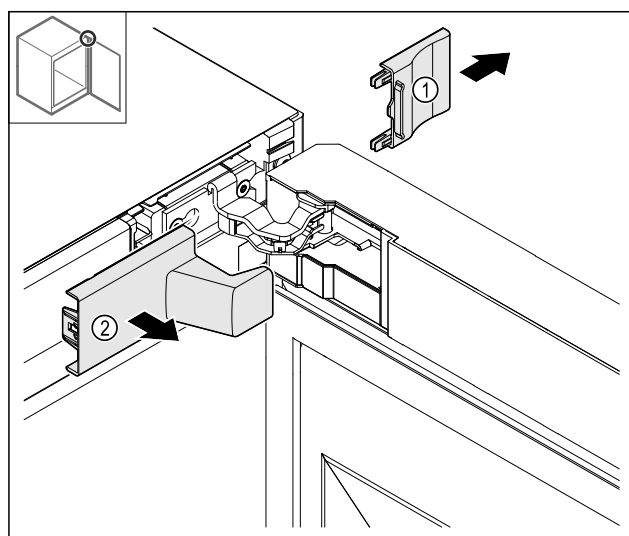

Fig. 13
► Abdeckung Fig. 13 (1) und dann Fig. 13 (2) entfernen.